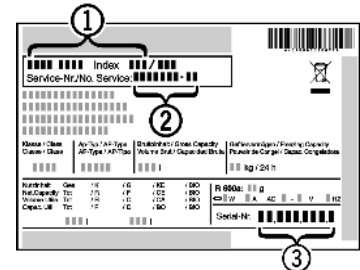

Fig. 13
- Gerätebezeichnung *Fig. 13 (1)*, Service-Nr. *Fig. 13 (2)* und Serial-Nr. *Fig. 13 (3)* vom Typenschild ablesen. Das Typenschild befindet sich an der linken Geräteinnenseite.
- Den Kundendienst benachrichtigen und den Fehler, Gerätebezeichnung *Fig. 13 (1)*, Service-Nr. *Fig. 13 (2)* und Serial-Nr. *Fig. 13 (3)* mitteilen.